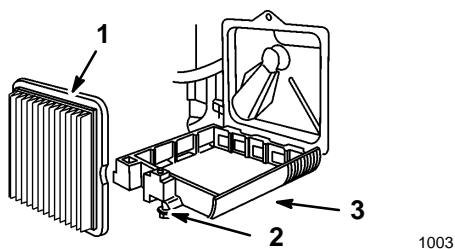

Figure 15
2. Desserrer la vis de fixation du couvercle du filtre à air (Fig. 15).
3. Abaisser le couvercle et le nettoyer soigneusement (Fig. 15).
4. Retirer le filtre en papier et le jeter (Fig. 15).
5. Mettre en place un nouveau filtre en papier (Fig. 15).